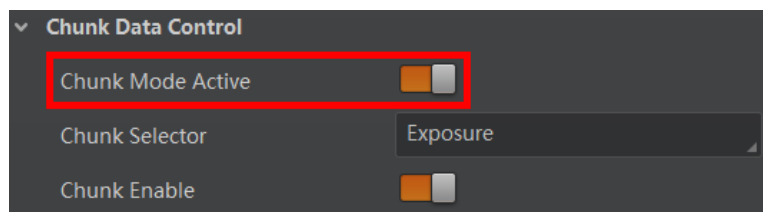

图8-5 启用 Chunk Mode Active 参数
1. 展开 *Chunk Data Control* 属性，启用 *Chunk Mode Active* 参数，如图 8-5 所示。